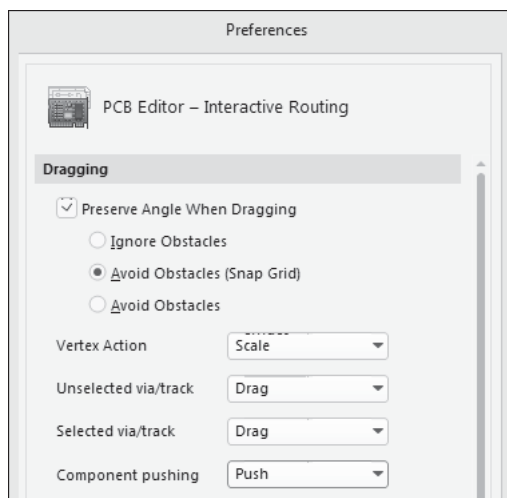

Рис. 6.29. Функции управления перемещением объектов печатной платы
□ *Перемещение сегментов индивидуальных трасс.* Перемещение сегментов печатной трассы происходит различным образом в зависимости от настроек программы и текущих исполняемых команд графического редактора. На странице **PCB Editor | Interactive Routing** диалогового окна глобальных настроек **Preferences** сосредоточены настройки стиля перемещения сегментов печатных трасс и межслойных переходных отверстий (рис. 6.29):
- результат перемещения в режиме **Drag** зависит также от активности опции **Preserve Angle When Dragging** (Сохранять угол при перетягивании), установленной (или нет) на странице **PCB Editor | Interactive Routing** диалогового окна **Preferences** (см. рис. 6.29):